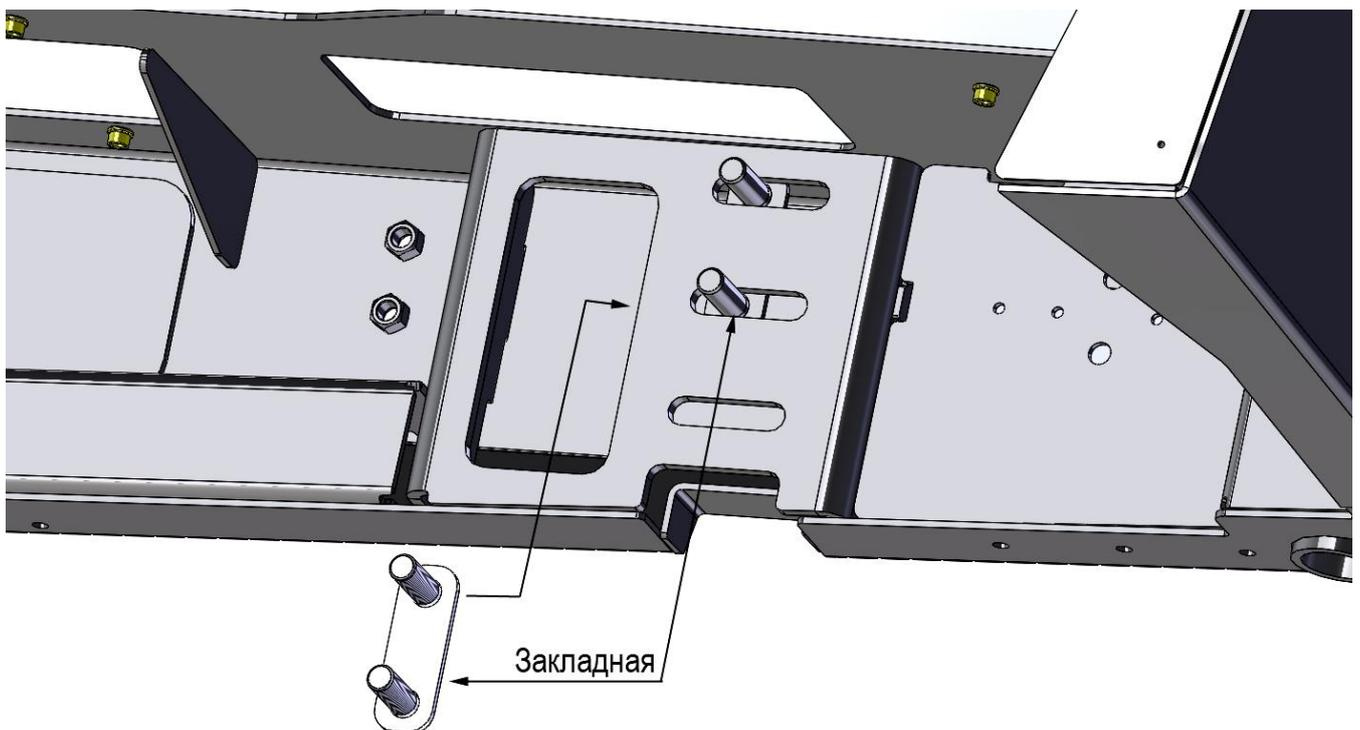

Рис. 10 Установка в бампер закладных деталей.
- Далее устанавливаем в бампер изнутри через отверстия закладные детали с двух сторон бампера. Рис.10